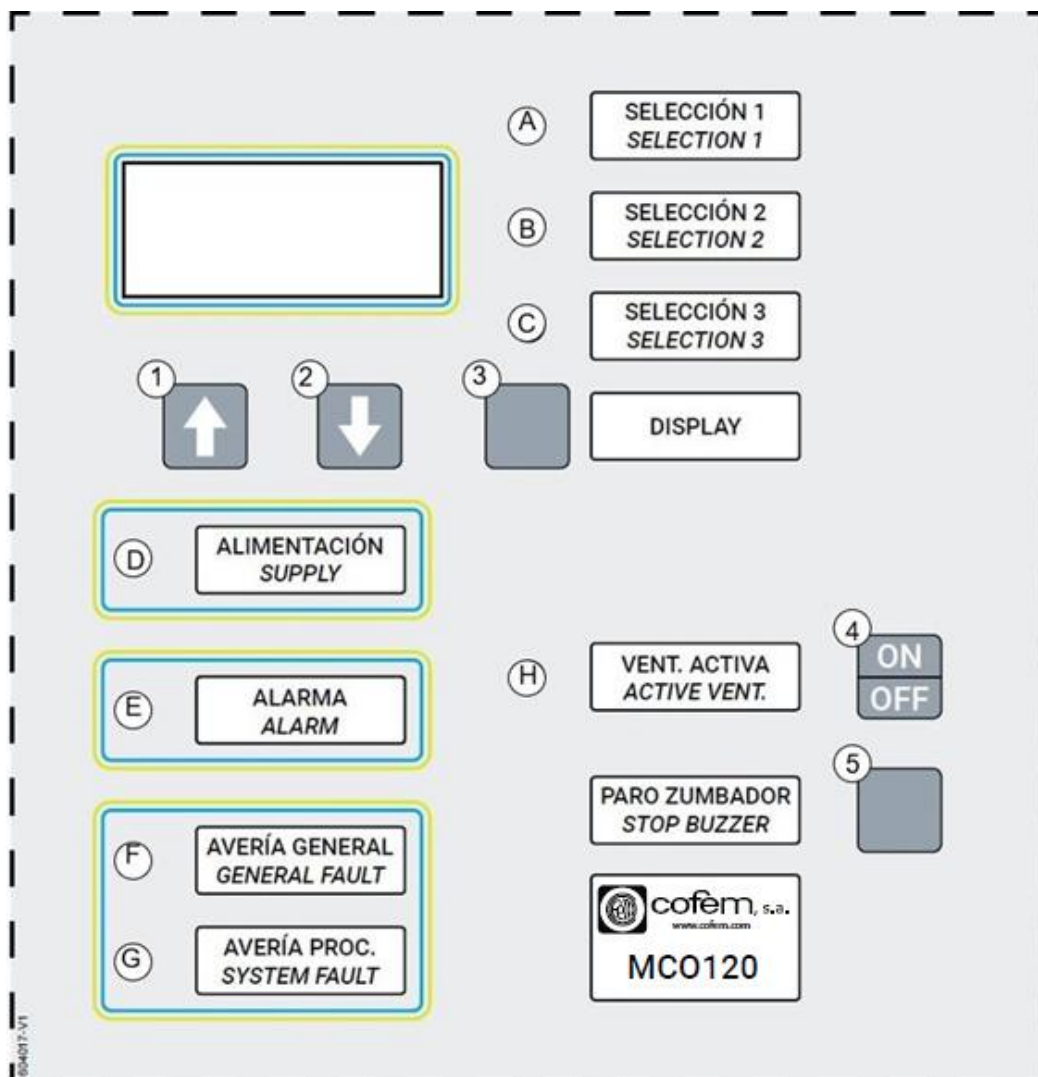

Figura 9: Painel de controle do painel
O sistema de alarme funciona da mesma forma que o sistema de ventilação com a particularidade de que, ao ser acionado, também funciona o campainha incorporado na própria central, além do LED que indica o estado do alarme (ver *Figura 9*).
Será acionado sempre que houver falha no sistema ou falta de energia, indicando o estado da falha através do seu LED correspondente (para mais informações veja *Figura 9* e *Tabela 4*). Só é desativado quando não há falha no sistema e o central está energizado (o contato Comum-Normalmente Aberto "NO" do relé esta eletricamente aberto).
O referido painel de controle é comum a todas os central e está representado na *Figura 9*, onde os LEDs estão marcados com letras e os botões de controle com números.
8. Se o modelo da unidade de controle for DVB, desconte a fonte de alimentação da unidade de controle. A central deve ativar a campainha e o LED “Alimentação” (letra D na *Figura 9*) piscará. Depois de verificar se o sistema está estável e continua funcionando normalmente, reconecte a energia da rede. O LED de alimentação (letra D na *Figura 9*) deve estar aceso e fixo.